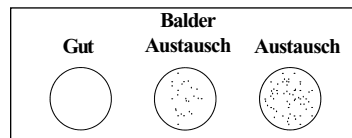

ABBILDUNG 2. AUSTAUSCH EINES GLASFASERKABELS
Ein Bruch der Glasfaseroptik kann zum Verlust der Lichtleit- und Funktionsfähigkeit führen. Halten Sie den Spitzensteckverbinder des Glasfaserkabels in das Licht einer herkömmlichen Lichtquelle und prüfen Sie das Kabelende, an dem sich der Lichtquellen-Steckverbinder befindet, auf gebrochene Glasfasern. Gebrochene Glasfasern sind durch kleine schwarze Punkte auf der Oberfläche der Glasfasern erkennbar (siehe Abbildung 2). Die faseroptische Lichtquelle darf für diese Prüfung nicht eingesetzt werden, da die Augen durch die hohe Lichtintensität geschädigt werden könnten. Ein beschädigtes Glasfaserkabel darf nicht mehr verwendet werden und muss ersetzt werden.
- c. Halten Sie den Spitzensteckverbinder in das Licht einer herkömmlichen Lichtquelle und prüfen Sie das Ende des Glasfaserkabels, an dem sich der Lichtquellenadapter befindet, auf gebrochene Glasfasern. Ersetzen Sie das Kabel, wenn zu viele Fasern gebrochen sind (siehe Abbildung 2). Eine Beschädigung der Fasern führt zur Abnahme der übertragenen Lichtintensität, sodass die Dehnsonde u. U. nicht über eine ausreichende Beleuchtungsstärke verfügt. Sollte die übertragene Lichtintensität abnehmen, ersetzen Sie das Glasfaserkabel.